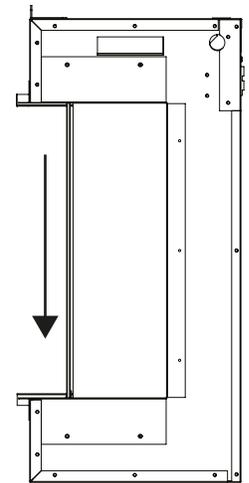

Figure 2.2
4. Faire glisser la vitre vers le bas dans le rail inférieur. Voir la figure 2.2.